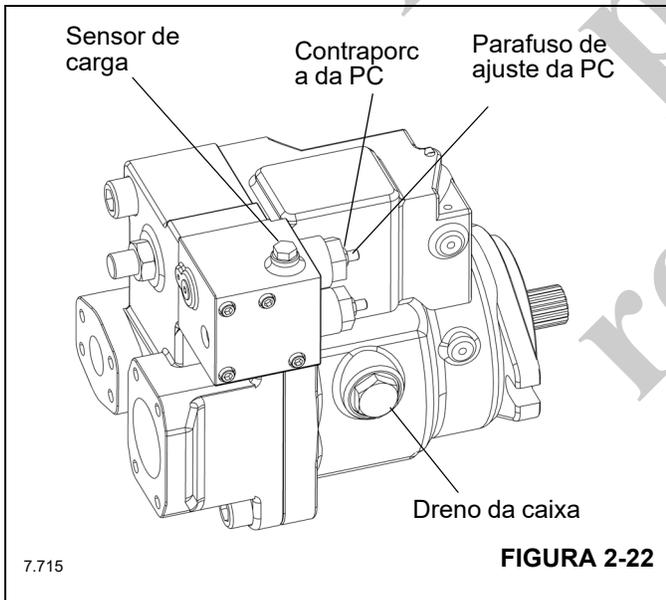

FIGURA 2-22
2. Se a leitura da pressão estiver abaixo do ajuste da Pressão máxima da bomba, levante o parafuso da compensação da pressão (PC) conforme mostrado na (Figura 2-22). Solte a contraporca M8 e use uma chave Allen de 4 mm para acertar o ajuste. O giro no sentido horário aumenta o ajuste e cada volta gera um ganho de 100 bar (1450 psi).
3. Aumente o ajuste do compensador de pressão (PC) até que a Pressão de alívio principal (Tabela 2-5) seja atingida no manômetro. Deve haver um silvo audível na linha de alívio principal e na linha de retorno de volta ao tanque hidráulico com a sensação de que há uma grande fluxo de óleo para o tanque. Isto significa que o ajuste do alívio principal foi atingido.
2. Dê partida no motor e ative o joystick do guincho. Ajuste a válvula de ajuste da compensação de pressão (PC) (Figura 2-22) no sentido anti-horário para medir a pressão correta. Consulte a Tabela 2-5 sobre a leitura correta da pressão máxima da bomba.